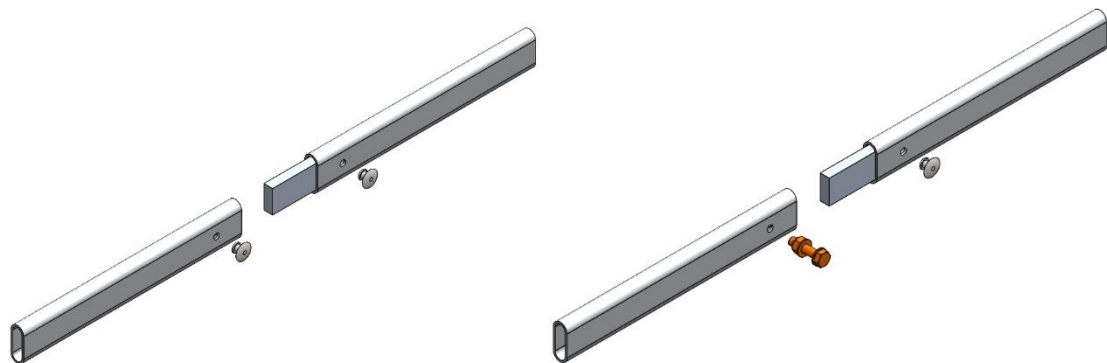

Figure 7
- Pièces fournies pour la division de la cage (voir figure 7)